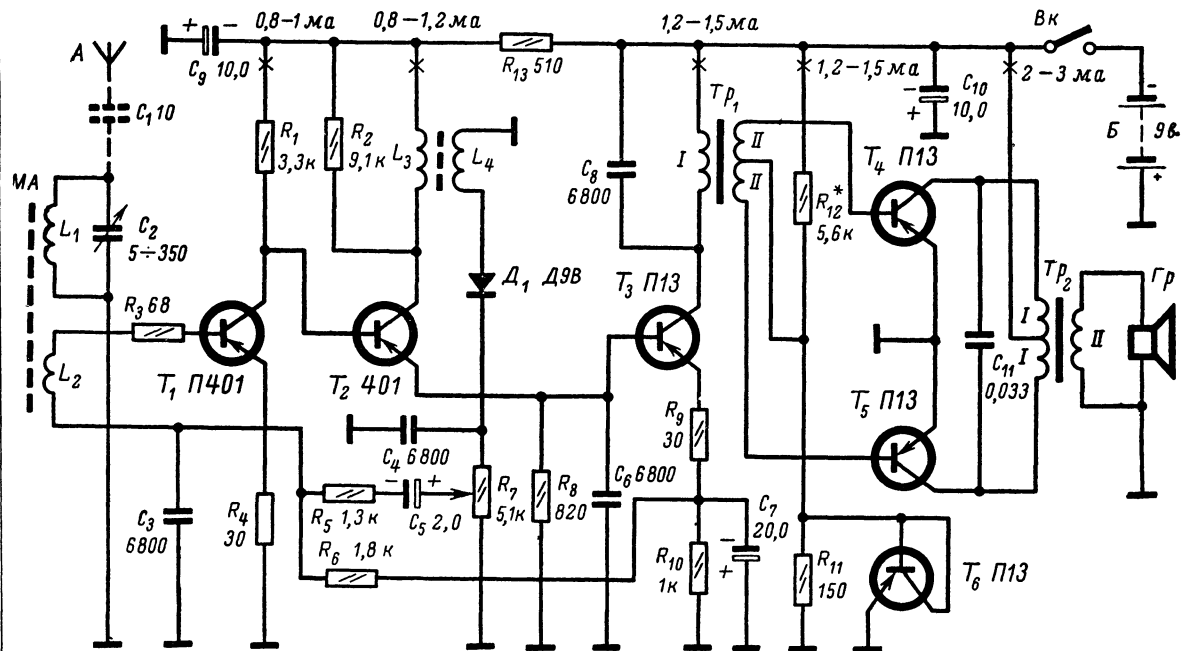

Рис. 20. Принципиальная схема приемника «Сигнал».
**Принципиальная схема** приемника «Сигнал» приведена на рис. 20. Она содержит магнитную антенну МА, с настраиваемым колебательным контуром  $L_1C_2$ , к ко-
Закончив регулировку, градуируют шкалу приемника непосредственно по принимаемым радиостанциям. В случае неполадок, вызывающих отказ приемника в работе, необходимо миллиамперметром постоянного тока проконтролировать режимы работы транзисторов отдельных каскадов. Ориентировочные значения токов в различных цепях приемника «Сигнал» приведены на принципиальной схеме рис. 20.